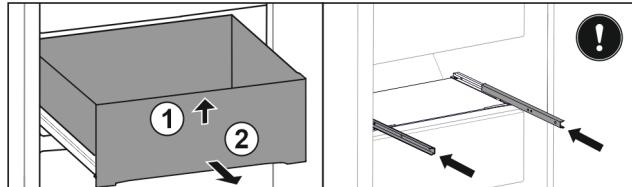

Fig. 147
- ▶ Приподнимите выдвижной ящик спереди. Fig. 147 (1)
- ▶ Извлеките выдвижной ящик движением вперед. Fig. 147 (2)